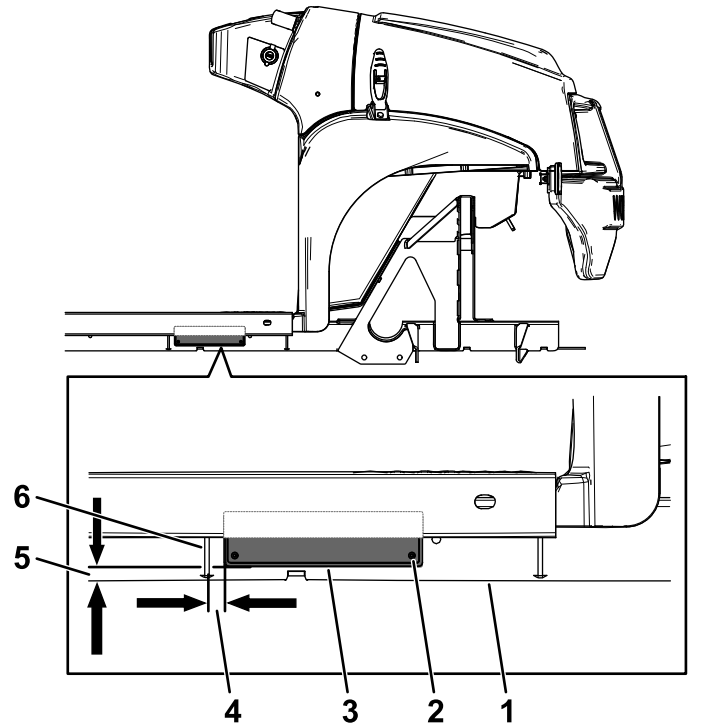

Figura 6
1. Montate la targa del numero di serie utilizzando 4 ribattini con spina (3 x 10 mm) nel punto indicato nella Figura 6.